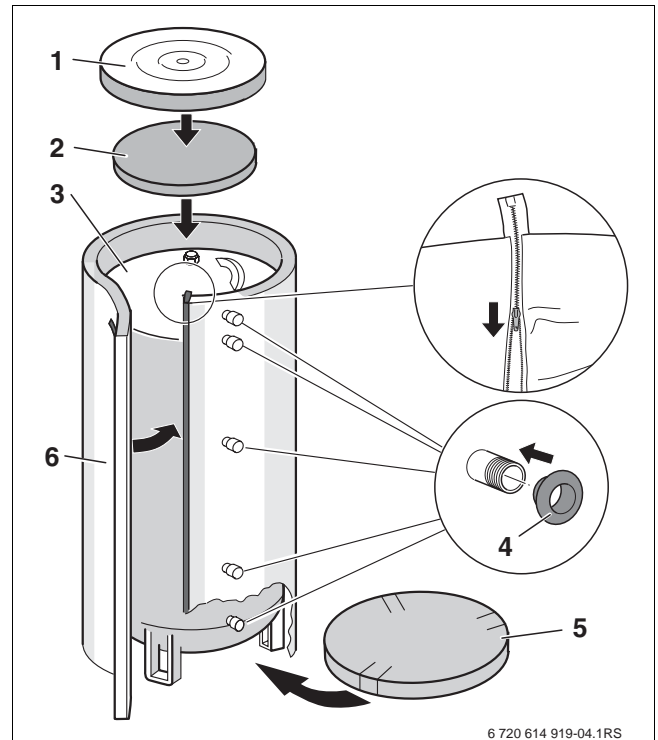

Bild 6 Montage Wärmedämmung (Prinzipabbildung)
- ▶ Obere Weichschaumisolierung (→ Bild 6, [2], Seite 9) einlegen und Speicherhaube (→ Bild 6, [1], Seite 9) auflegen. Dabei auf vollständige Wärmedämmung des Speichers achten.